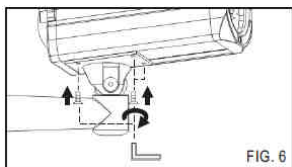

FIG. 6
4. 接著取出所附的 1/4"-20UNC 螺絲(銀色 4 顆)，使用六角板手將攝影機主體鎖緊在腳架上 (FIG.6).